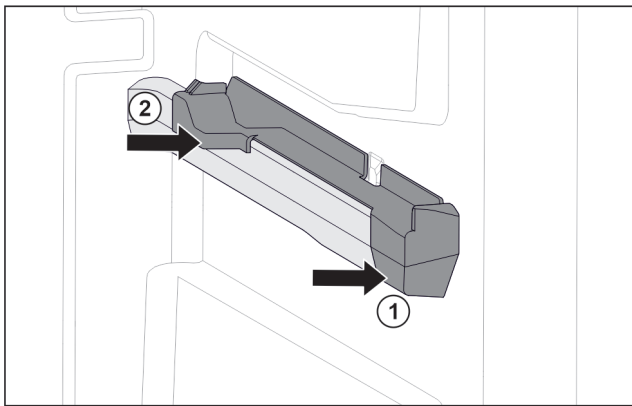

Fig. 30 Наставка върху дясното ребро на съда
- ▶ Поставете наставката отпред към реброто на съда. Fig. 30 (1)
- ▶ Притиснете наставката отзад. Fig. 30 (2)